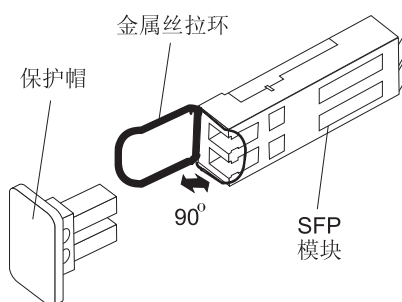

图 27. SFP 模块和保护帽
2. 请如图 27 中所示，从 SFP 模块卸下保护帽。请保管好保护帽以供将来使用。
2. 如果有必要，如第 48 页的图 27 中所示，从 SFP 模块上取下保护帽。请保管好保护帽以供将来使用。